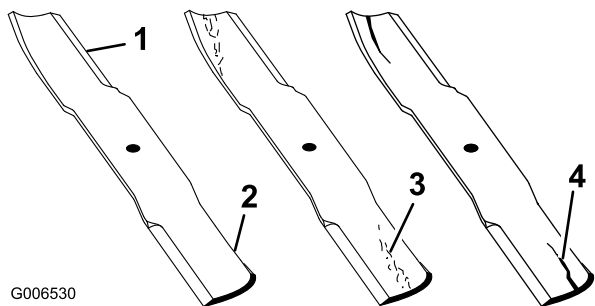

Figure 47
1. Examinez le tranchant des lames (Figure 47). Si elles ne sont pas tranchantes ou si elles présentent des indentations, déposez et affûtez les lames; voir Affûtage des lames.
2. Inspectez les lames, surtout la partie relevée (Figure 47). Remplacez immédiatement toute lame endommagée, usée ou qui présente une entaille (repère 3 de la Figure 47).